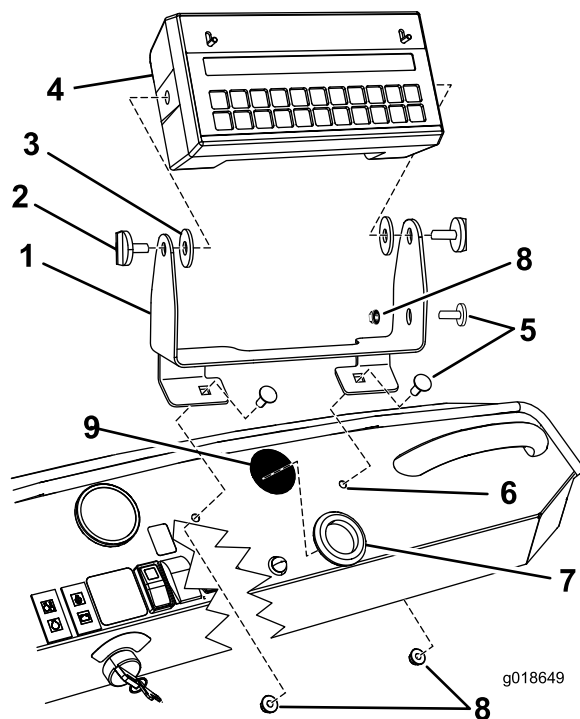

図 2
1. 取り付けブラケットをダッシュボードに固定する キャリッジボルト5/16 x 3/4 インチ 本とロックナット5/16 インチ 2個を使用する 図 2。
7. ハンドノブ2個を使ってコンピュータコンソールを、取り付けブラケットに取り付ける図2。